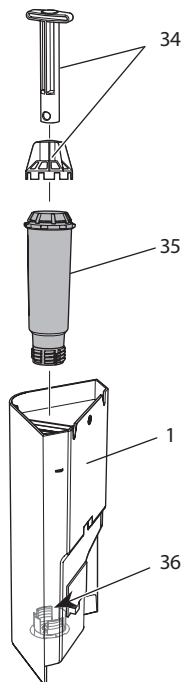

Рис. 19: Завинчивание и отвинчивание фильтра для воды
7. Вставьте новый фильтр в контейнер для воды (см. Рис. 19).
2. Извлеките фильтр для воды (см. *Рис. 19*).